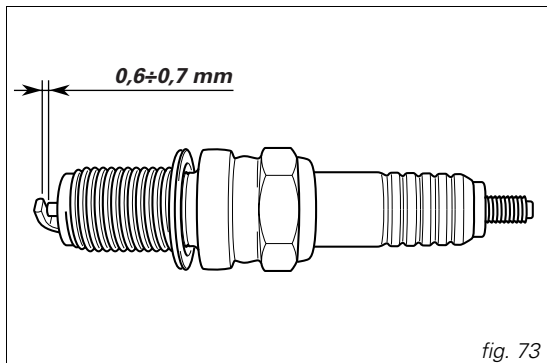

fig. 73
**Pulizia e sostituzione candele** (fig. 73)